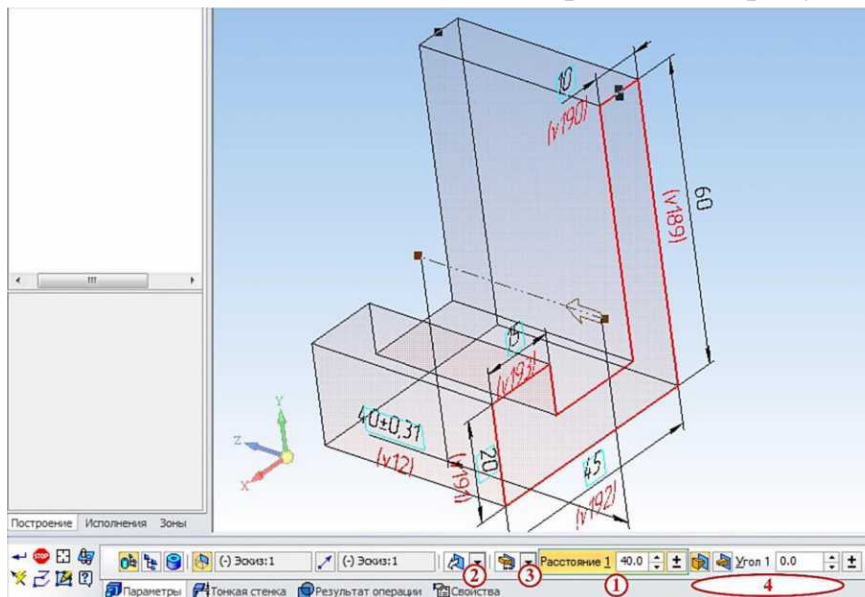

Рисунок 2
- выбирать угол наклона выдавливания и его направление **4**, рисунок 2.